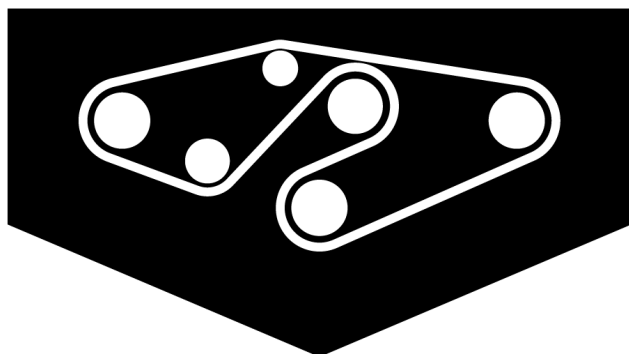

Bild 37
4. Verlegen Sie den neuen Riemen um die Spindelscheiben und um die Spannscheibengruppe, siehe Bild 37.